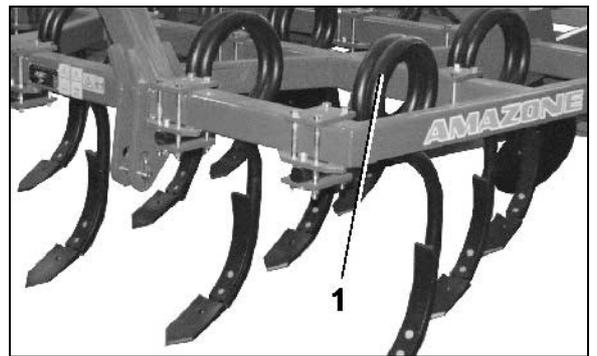

Рис. 12
- Зубья из круглой стали (Рис. 12/1)